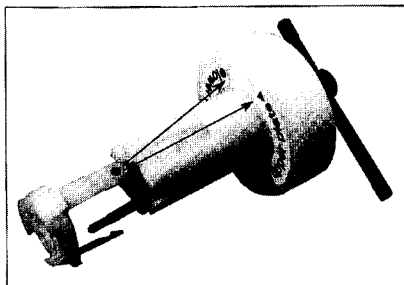

Fig. M3
- Predisporre l'attrezzo in modo che la parte estraibile sia allineata al simbolo ∇ (Fig. M3) della parte fissa (UPPER PLATE) (Perni corti).
- Predisporre l'attrezzo in modo che la parte estraibile sia allineata al cerchio O della parte fissa (LOWER PLATE) (Perni lunghi) fig. M3. Posizionare il chiavistello in posizione CLOSED (chiuso), inserire i tre perni nei tre fori del disco testine. Assicurarsi che i tre perni siano inseriti nei fori della ghiera inferiore. Ruotare il chiavistello di 90° in posizione OPEN (aperto) ed estrarre il disco testine dall'albero motore.